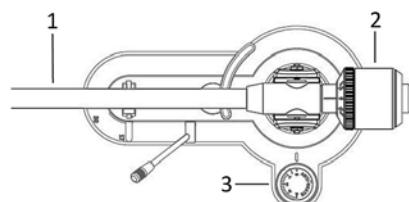

рис.3
Разметка должна быть спереди. Противовес используется для установки правильной прижимной силы картриджа (рис.3).
5. Поставьте антискейтинг (3) на «0» (рис.3).
6. Двигайтесь, поворачивая, противовес (2) (рис. 3) вперед или назад пока не достигните горизонтального баланса.